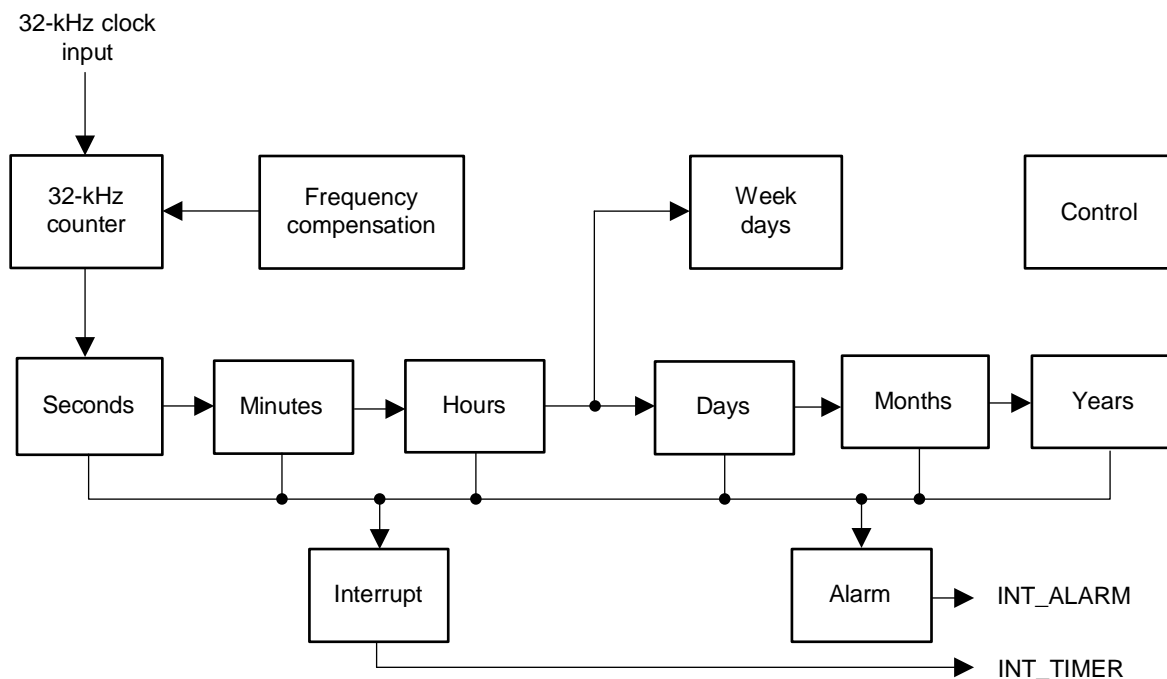

图 5-7. RTC Block Diagram
- 图 5-7 shows the RTC block diagram.